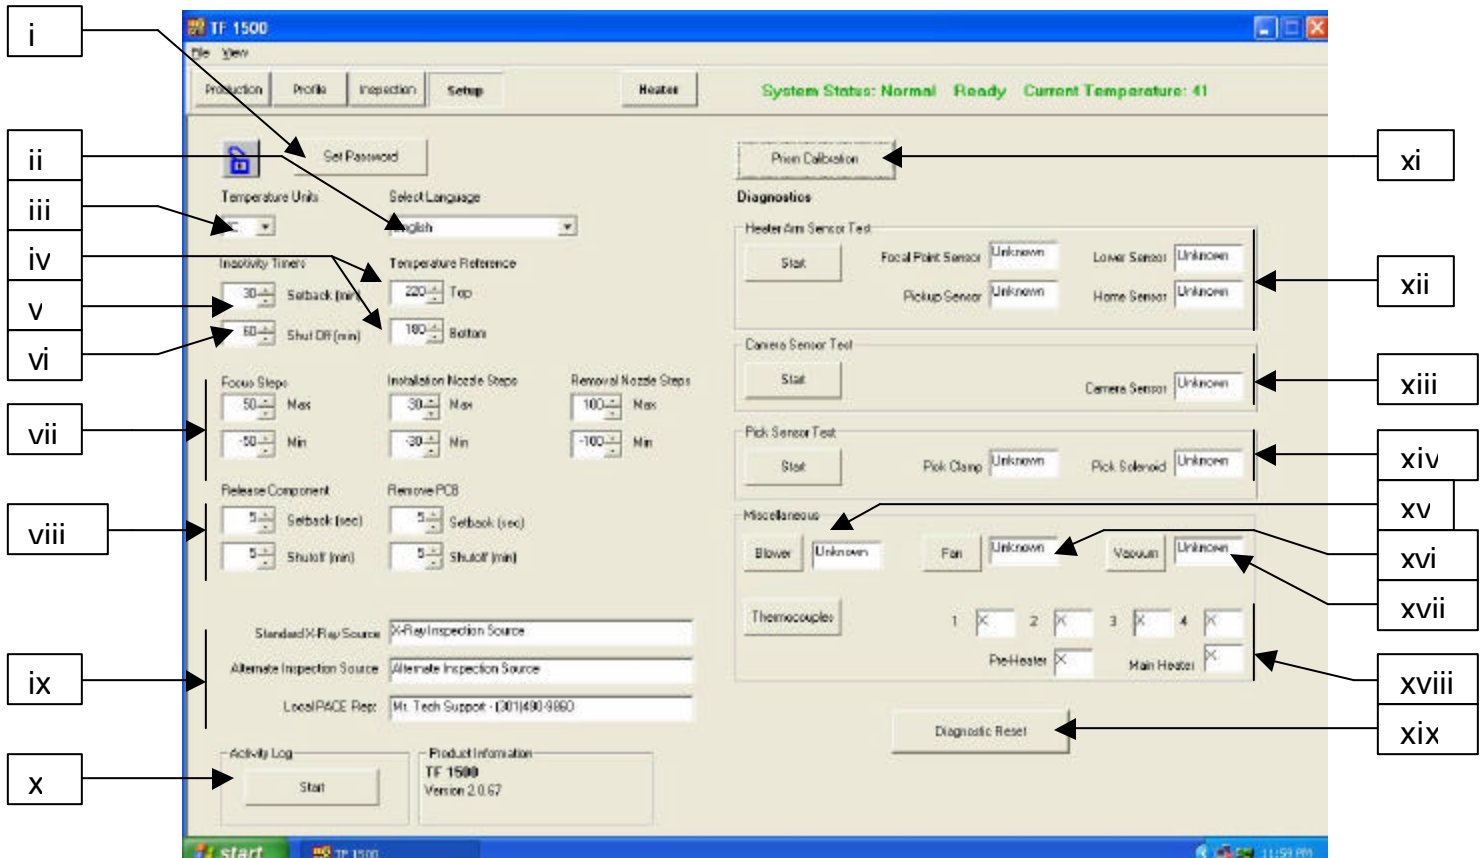

Figure 4
e. Caractéristiques de l'écran d'installation. (Figure 4)